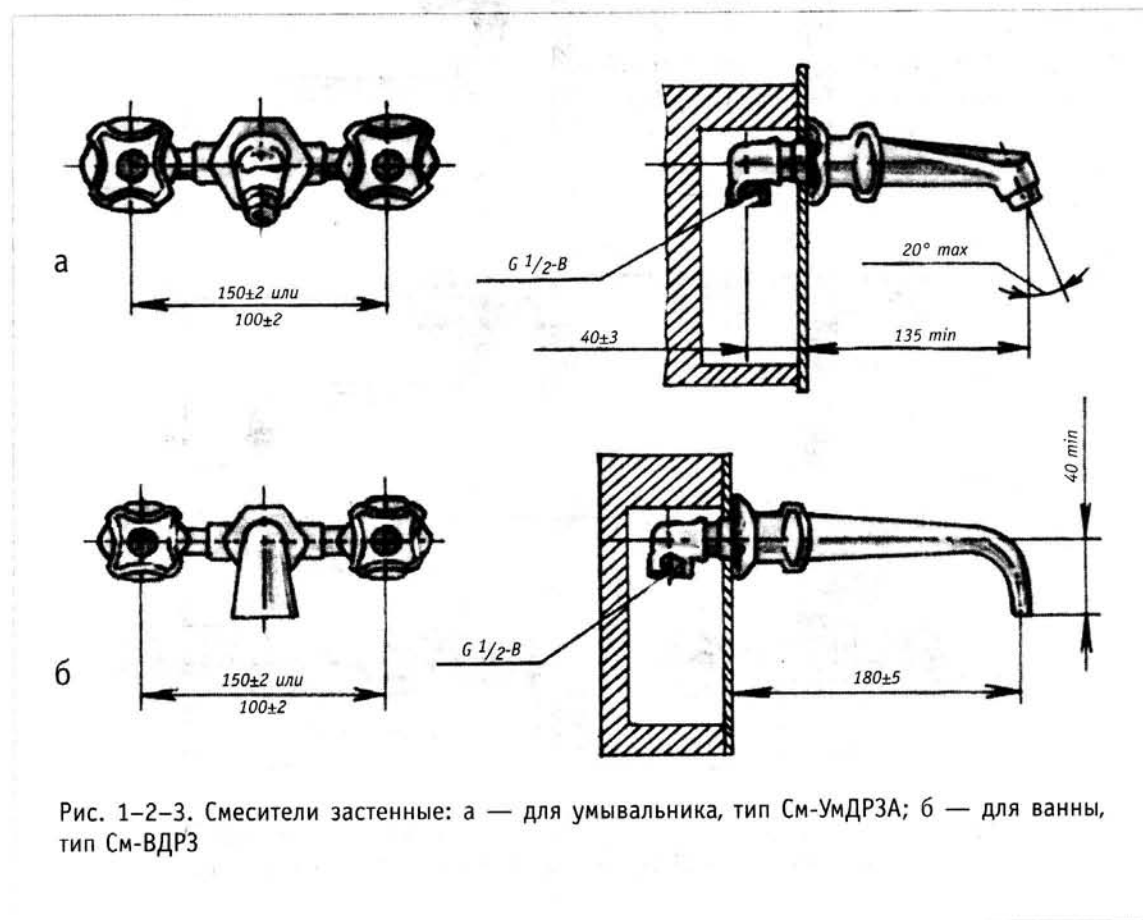

Рис. 1-2-3. Смесители настенные: а — для умывальника, тип См-УмДРЗ-3А; б — для ванны, тип См-ВДРЗ
3. Смеситель для умывальника двухрукояточный, с подводками в отдельных отверстиях, настенный, излив с аэратором. Тип См-УмДРЗ-3А (рис. 1-2-3а). Подобный тип: См-ВДРЗ — для ванны (рис. 1-2-3б). Несхожесть смесителей — в длине излива: соответственно 135 мм и 180 мм.